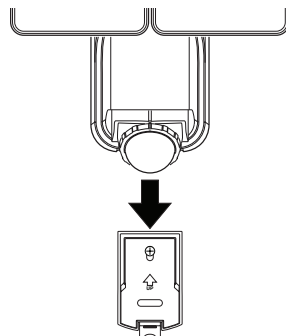

Figure 5
5. Faites glisser l'arrière du luminaire sur la plaque de montage jusqu'à ce qu'il s'enclenche en place (voir la Figure 5).